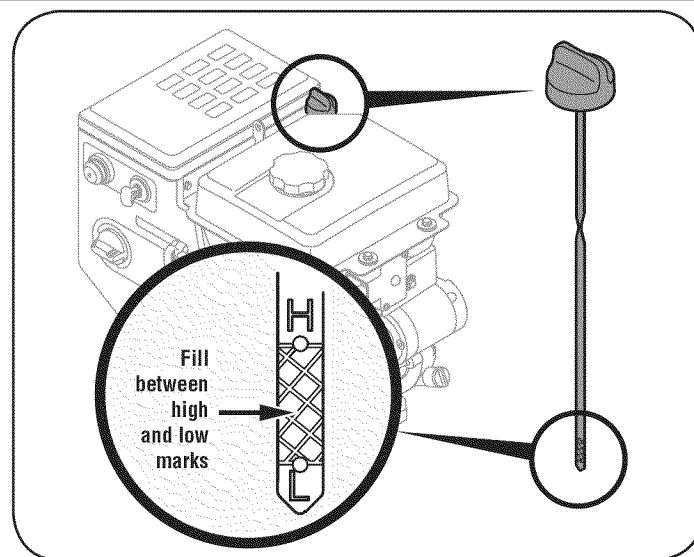

Figura 16
aceite lentamente hasta registros de nivel del aceite entre alto (H) y bajo (L). Vea la Figura 16.